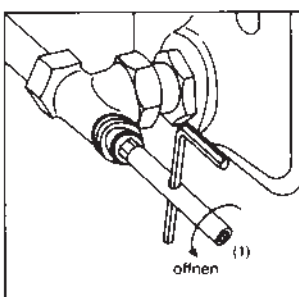

Bild 5
- 3.3 Ослабить шток вентиля шестигранным ключом № 10 (1), поворачивая его влево (max. на $\frac{1}{4}$ оборота) (рис. 5).